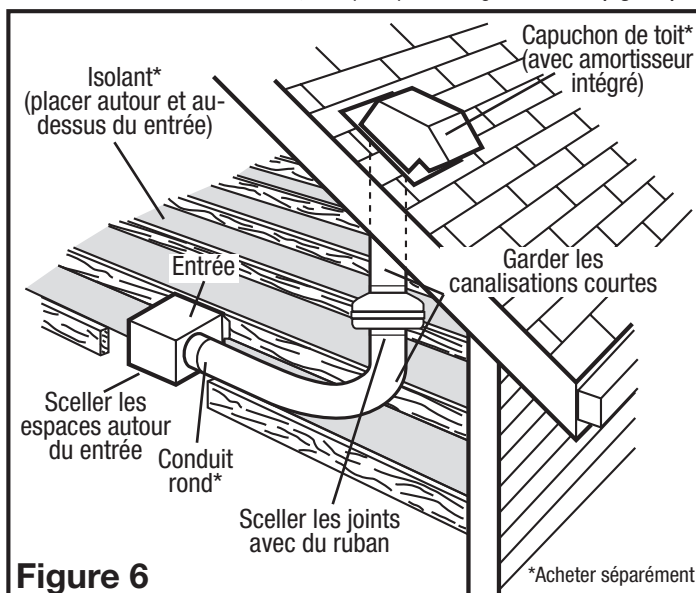

Figure 6
2. Assurez-vous que les joints des conduits et les pénétrations extérieures sont scellés avec du mastic ou tout autre matériau similaire pour créer un passage d'air étanche afin de minimiser la perte ou le gain de chaleur et réduire le risque de condensation. Placez / enveloppez l'isolant autour du conduit et / ou ventilateur afin de minimiser la possibilité d'accumulation de condensation à l'intérieur du conduit, ainsi que la perte ou le gain de chaleur (Figure 6).